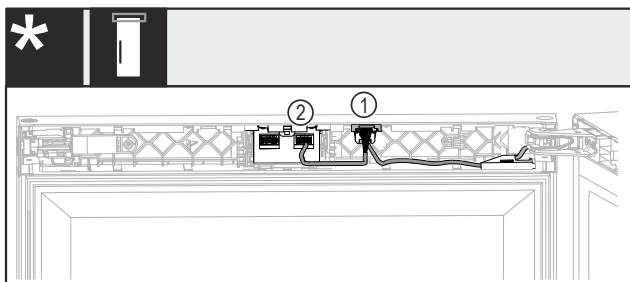

Fig. 46 Bez zamka lub z zamkiem mechanicznym*
- ▶ Wsunąć wtyczkę z dwoma kablami Fig. 46 (1) do przewodnicy.*
- ▶ Zatrzasknąć wtyczkę z jednym kablem Fig. 46 (2) w prawym gnieździe.*